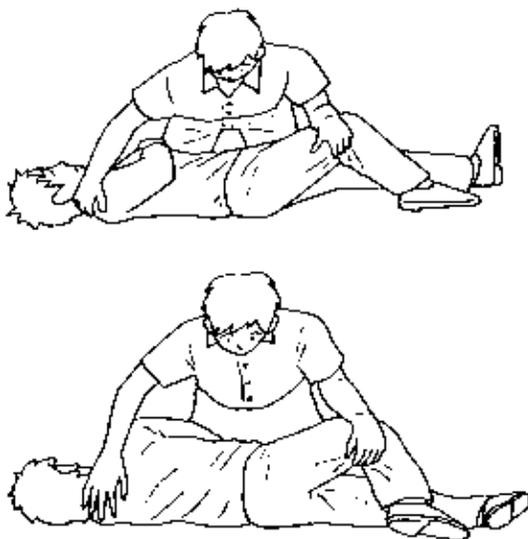

図 2-3 手当がしやすい位置に移動
- ②手当てをするのに適当な場所（安全で、できるだけ下が固く平らな場所）に患者を運ぶ。
- ③首をねじらないように注意しながら、患者を仰向けにする。
- ④患者の肩のそばで手当がしやすい位置にひざまづく（図 2-3 参照）。